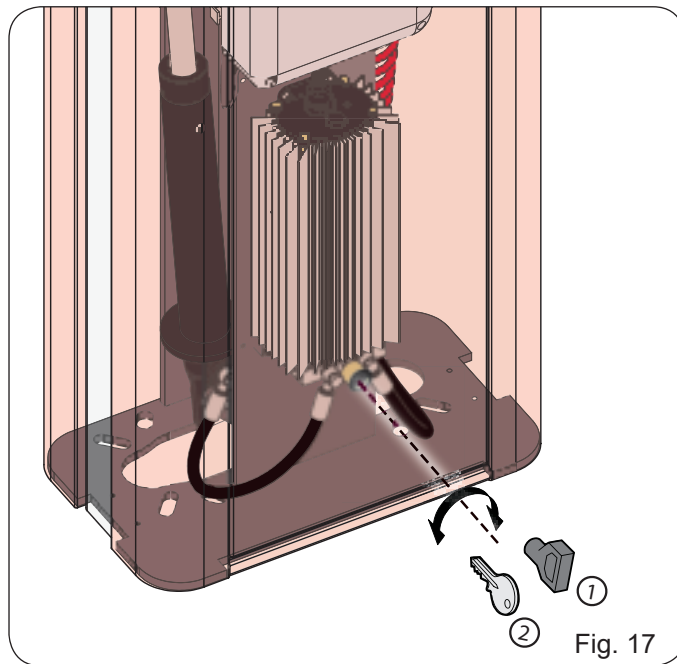

Fig. 17
S'il est nécessaire de commander manuellement la barrière suite à une panne de courant ou à un dysfonctionnement, le dispositif de déverrouillage manuel peut être actionné à l'aide de la clé fournie. La clé est triangulaire (Fig. 17 réf. ①) ou personnalisée (Fig. 17 réf. ② en option).
- Introduire la clé dans la serrure et la tourner à fond dans le sens inverse des aiguilles d'une montre jusqu'à ce qu'elle s'enclenche, d'après la Fig. 17
- (Fig. 17 réf. ①) clé triangulaire standard
- (Fig. 17 réf. ②) clé en métal en option